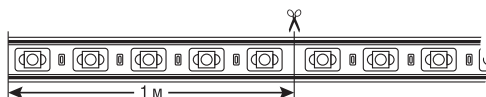
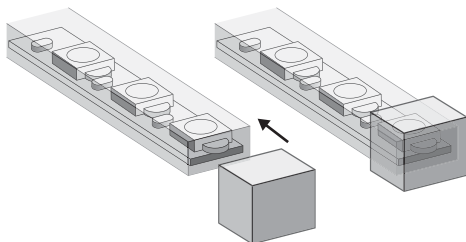

Рис. 2. Разрезание светодиодной ленты.
Рис. 3. Установка заглушки на светодиодную ленту.
- **Разрезание светодиодной ленты на участки.** Светодиодную ленту NLS-2835-IP67-220V можно разрезать на участки, кратные одному сегменту, длина которого равна 1 м. Разрез необходимо производить строго посередине участка, соединяющего смежные сегменты, см. Рис.2. В месте разреза ленты пропущен сегмент гибкой печатной платы. На окончания участков светодиодной ленты, к которым не планируется производить какие-либо подключения, необходимо установить заглушки NLSC-cup-3528-220 для ленты 2835-IP67-220, Рис.3. **Внимание!** При установке заглушки необходимо использовать герметик, чтобы обеспечить должную герметичность в месте соединения.